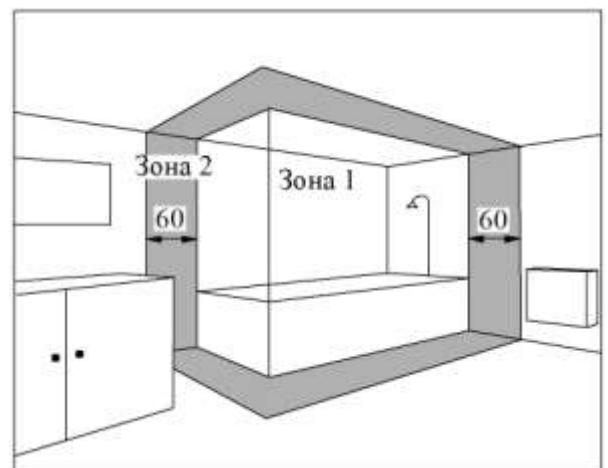

Рис. 4
5.6 Конвектор допускається встановлювати в приміщеннях з підвищеною вологістю – ванних кімнатах, душових, басейнах (рис. 4). При цьому установка конвектора забороняється: